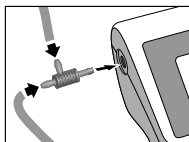

Рис.11
1. Подсоедините воздушные шланги манжеты и нагнетателя к тройнику. Вставьте тройник в гнездо на корпусе прибора (рис. 11).